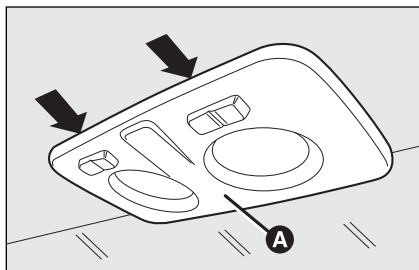
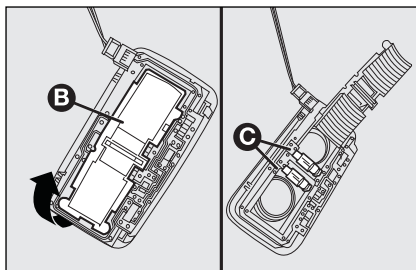

fig. 39
fig. 40
- ☐ maak het plafondlampje **A-fig. 39** op de door de pijlen aangegeven punten los;
- ☐ open het beschermdeksel **B-fig. 40**;
- ☐ sluit het beschermdeksel **B-fig. 40** en plaats het plafondlampje **A-fig. 39** in de zitting; controleer of het goed geborgd is.